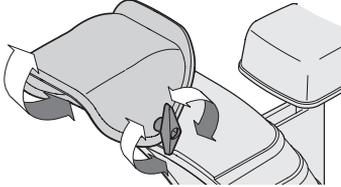

Figura 49
1. Afloje la tuerca de mariposa que está del lado izquierdo del conjunto del canal superior (Figura 49).